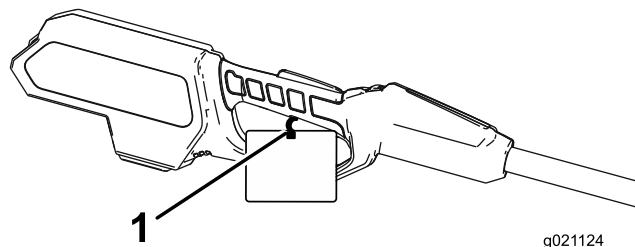

Bild 2
2. Schneiden Sie die Kabelbinde vom Gehäuse ab und nehmen sie vom Abzugsgriff ab (Bild 2).